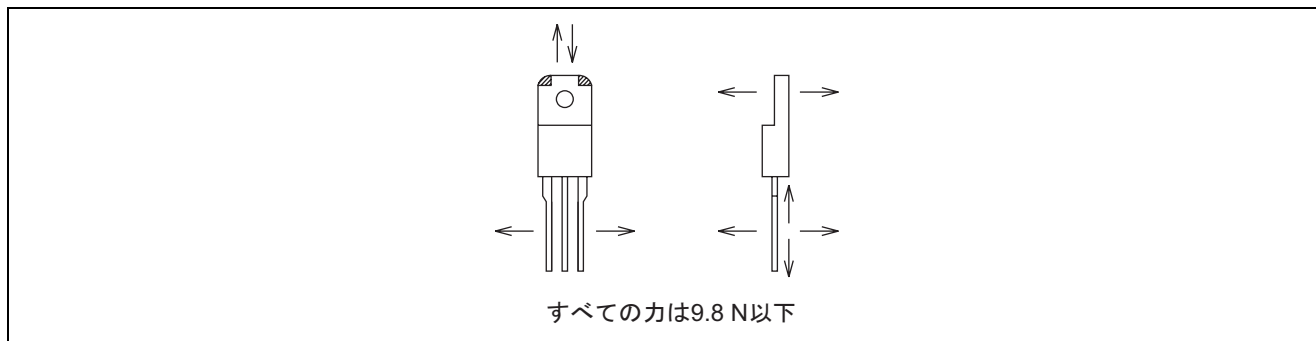

図 14 電極リードへのストレス
デバイスの電極リード (取り付け部分を含む) に必要以上のストレスを加えると、素子に損傷を与えることがありますので、図 14 の矢印で示すような荷重は、すべて 9.8 N 以下にしてください。
- (a) 図 14 に示すストレスが加わらないような専用治具を御用意いただくか、あるいは先の細長いラジオペンチ 2 本を用意し、1 本のラジオペンチでリード上の折り曲げ点とトランジスタ本体との間のリード部分をはさみ、もう 1 本のラジオペンチで、残りのリードをはさんで折り曲げてください。